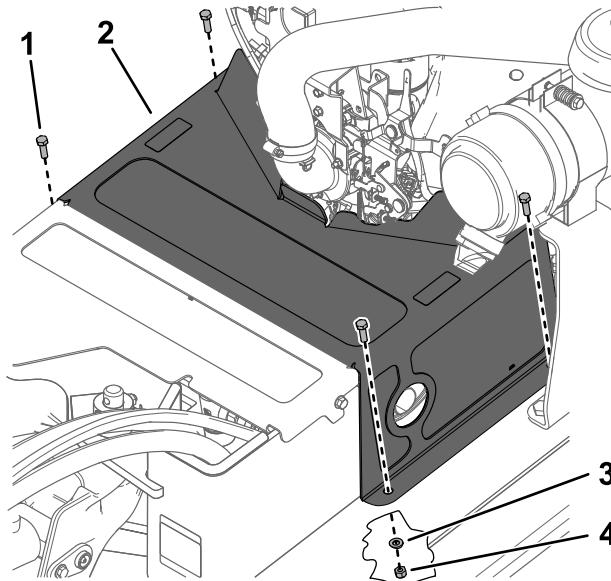

Figura 1
1. Rimuovete ed eliminate la protezione della marmitta esistente e i dispositivi di fissaggio (Figura 1).